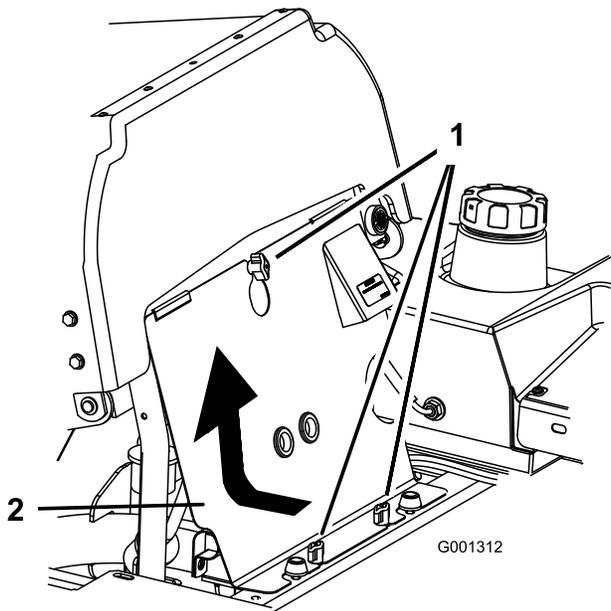

Figura 66
3. Afloje los cierres del panel delantero del motor y retire el panel (Figura 66).